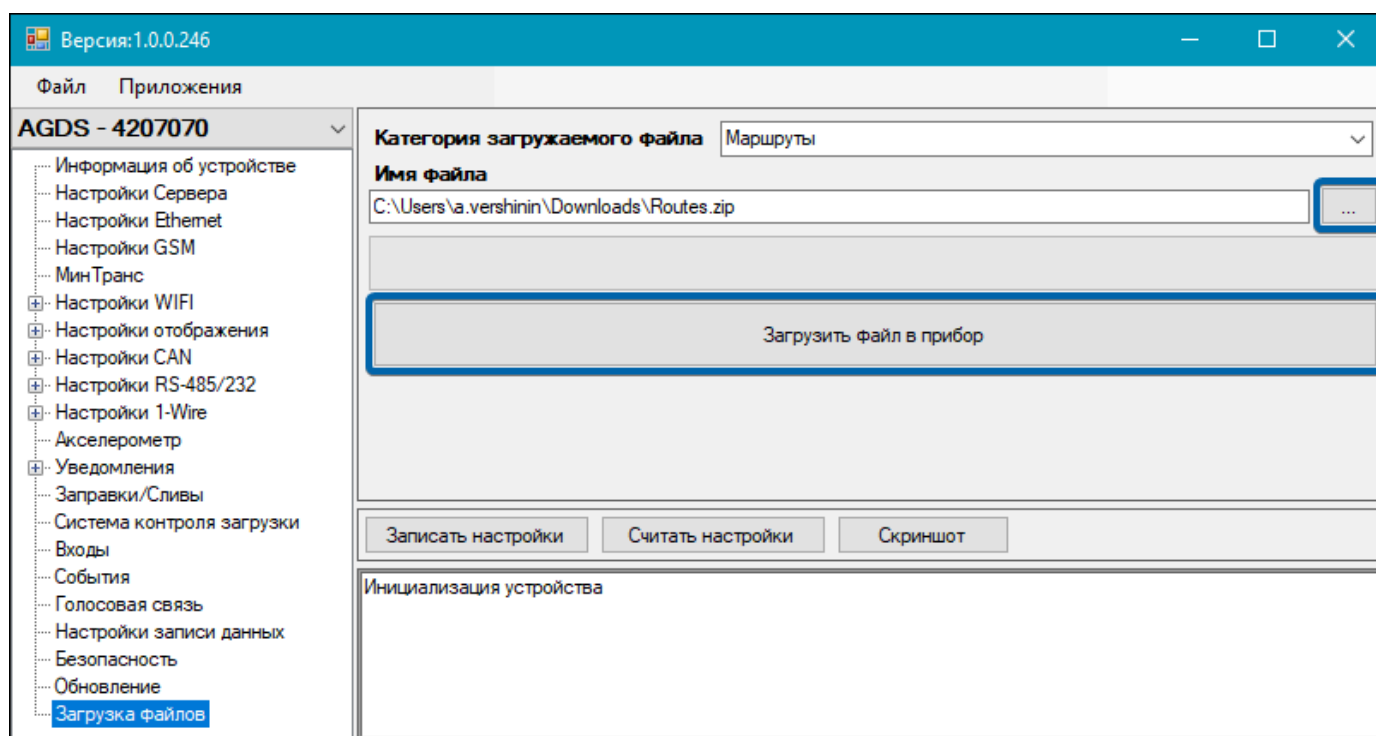

Рис.74. Загрузка маршрутов через программу-конфигуратор
2. Выберите в списке программы-конфигуратора для АвтоГРАФ-ИНФО S пункт «Загрузка файлов» (Рис.74).